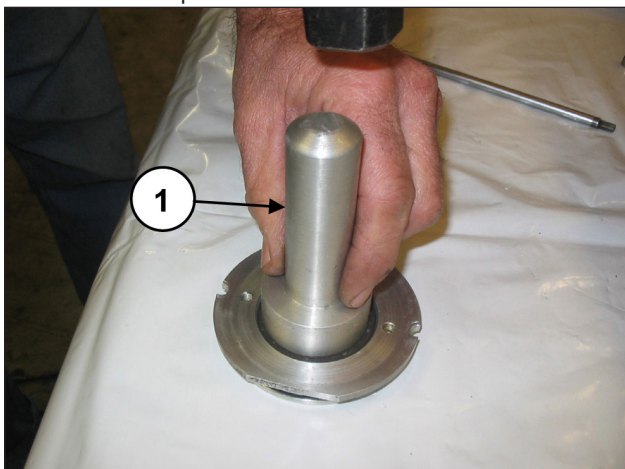

Fig. 129
Montar el retén en la tapa de retención (pos. ①, Fig. 129) utilizando un tampón cód. 27910900.